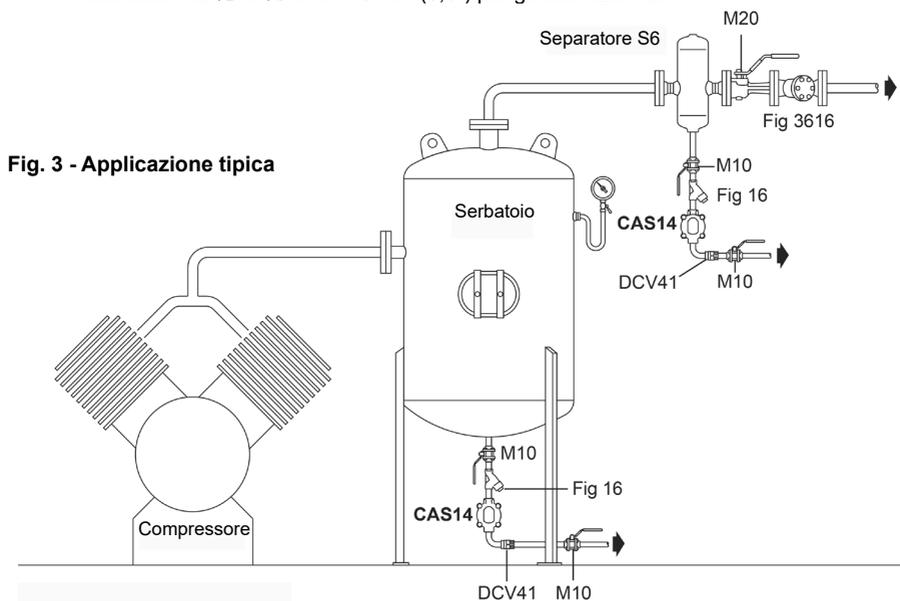

Fig. 3 - Applicazione tipica
- 3.6** Lo scaricatore deve essere posto al di sotto dell'uscita dall'apparecchiatura da drenare e con un piccolo tratto di tubo discendente in verticale immediatamente prima dello scaricatore. Sono sufficienti circa 150 mm; vedere la Fig.3.